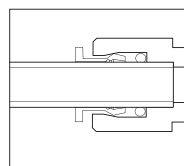

Fig.2
- ▶ S'assurer que la tuyauterie est complètement insérée (Fig. 2).